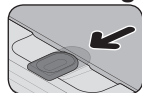

fig. 5.3
2. Deslize a trava até a posição indicada (fig. 5.3);